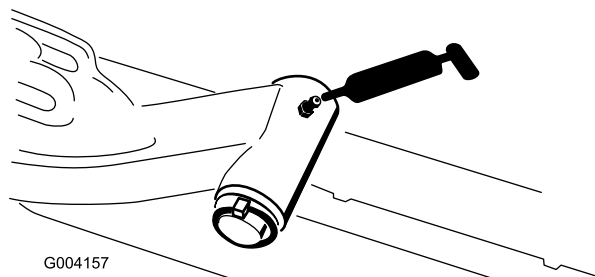

Figura 30
- Eje pivotante del brazo de elevación (1 en cada) (Figura 30)